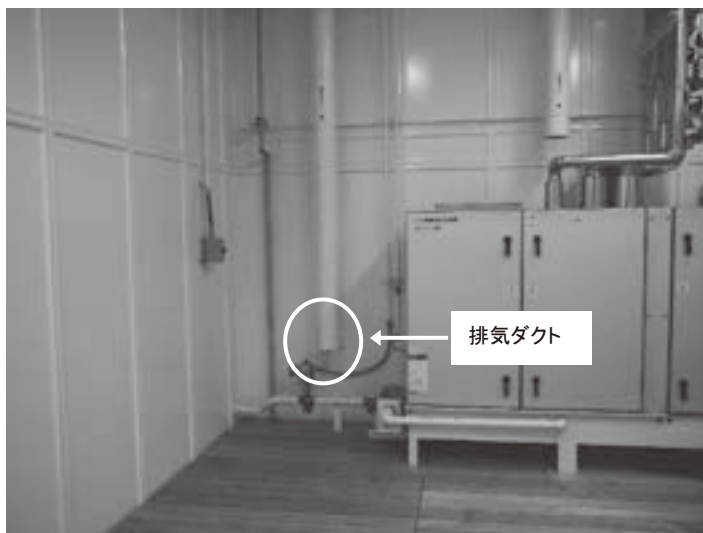

図15 排気ダクトの位置 (企画課作成)
- ⑤ 高濃度ガス検知器を、投入口付近の床、燻蒸庫内奥の排気ダクト付近の床、投入口の反対側付近の床、以上3ヶ所に設置して、CO₂濃度を常時計測し、3%以下であることを確認する。
- ⑥ 排気は燻蒸庫内奥の排気ダクトを利用する(図15)。燻蒸庫扉を解錠し、奥の排気ダクトの針金で固定している網のふたを取り外す(写真10)。排気ダクトと塩ビダクト(長さ24.8m)を結束バンドとS字フックで固定し(写真11)、排気装置を用いてバッグ内部のCO₂を排気する。